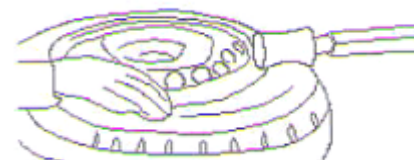

Рис.13
- b- Опустить рукоятку переключателя вниз, надавить прижимным роликом на борт шины. Нажать педаль, стол начнет вращение и борт будет отрываться от обода колеса (рис. 13).